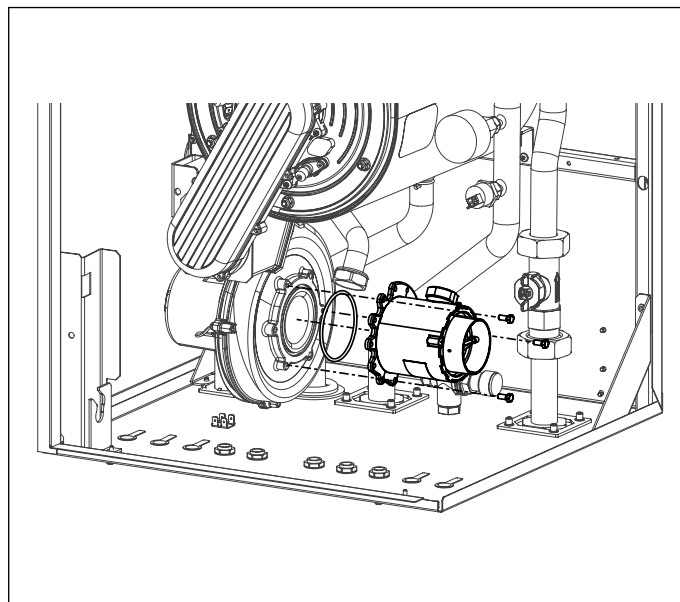

Рис. 42 Смеситель
- Снять смесительный узел, вывернув три шестигранных винта (смотри Рис. 42 Смеситель).
- Закрепить смесительный узел на вентиляторе с помощью шестигранных винтов, не забыв установить между ними уплотнительное кольцо (смотри Рис. 42 Смеситель).